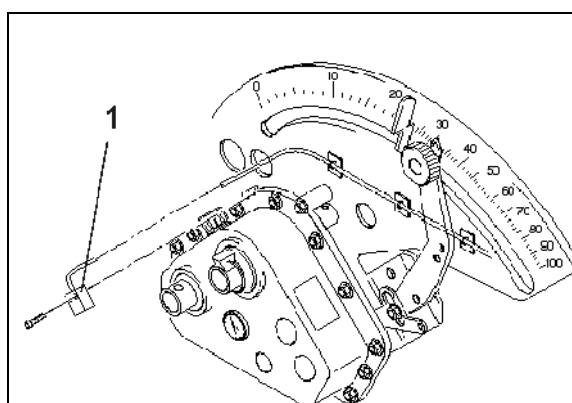

Fig. 8
1. Sensor (Fig. 8/1) an das Vario-Getriebe anschrauben.